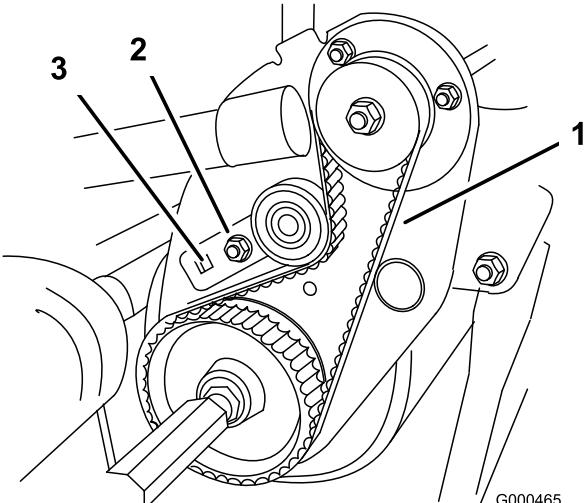

Figure 41
- B. À l'aide d'une clé dynamométrique de 3/8 pouce, tournez la patte de montage de la poulie de tension à un couple de 4 à 4,5 Nm pour obtenir la tension voulue (Figure 41). Tout en maintenant le réglage de la clé dynamométrique, serrez le boulon de fixation de la patte de montage de la poulie de tension (la rondelle à languette évite que la courroie ne glisse). Ne tendez pas la courroie excessivement.